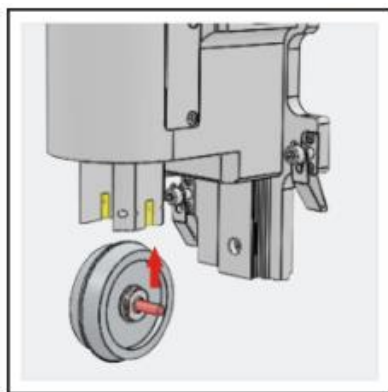

Рис. 29
- Вставьте биговальное колесо в прямоугольные пазы держателя (Рис. 29).